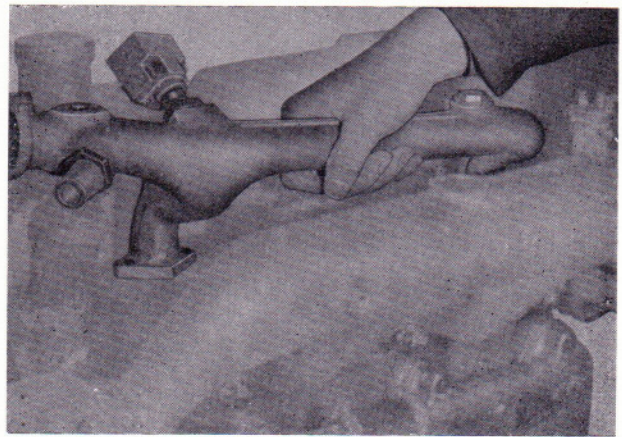

Bild 36
- Befestigungsmuttern am Zylinderkopf abschrauben und die Kühlmittelrückflußleitung abnehmen (Bild 36).